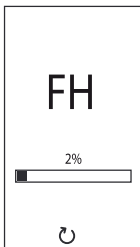

fig. 8 - Sfiato con ventilatore attivo
- Per i successivi 20 secondi il display visualizza FH che identifica il ciclo di sfiato aria dall'impianto riscaldamento con il ventilatore in funzione (fig. 8 - *Sfiato con ventilatore attivo*).